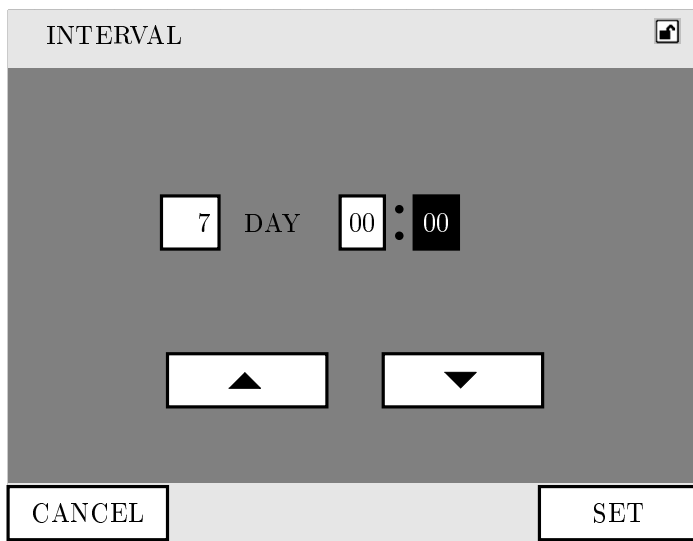

Рис. 4.11: Экран INTERVAL
- d) INTERVAL Устанавливает интервал, после которого регулярно запускается AIC. Нажатием на поле INTERVAL открывается окно ввода данных (рис. 4.11 на с. 28).